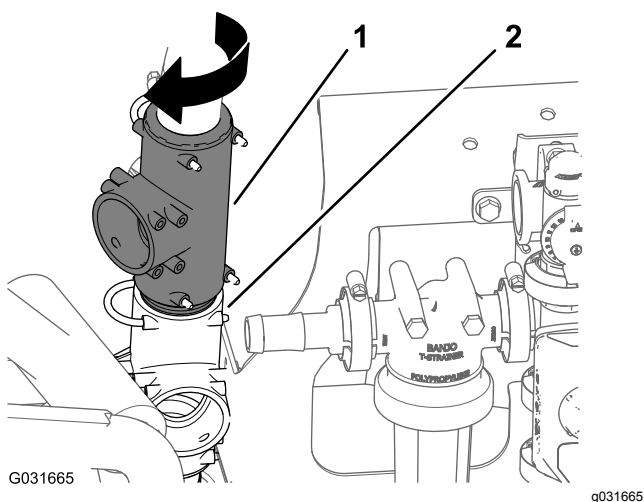

Figure 218
3. Faites pivoter le raccord en T supérieur d'environ 45° dans le sens horaire (Figure 218).